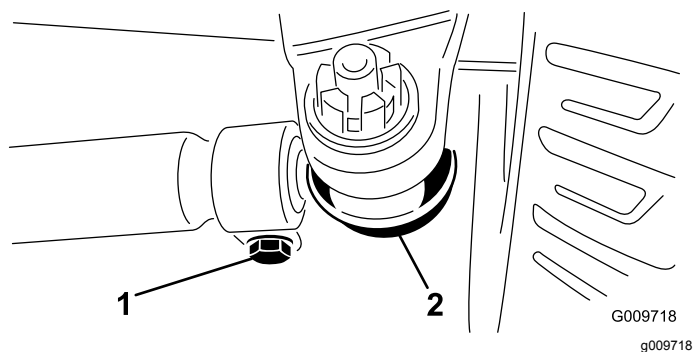

Bild 44
2. Entfernen Sie den Splint und die Mutter von einem der Spurstangen-Kugelgelenke (**Bild 44**). Entfernen Sie das Spurstangen-Kugelgelenk vom Achsständer.
3. Lockern Sie die Klemmen an beiden Enden der Spurstangen (**Bild 44**).